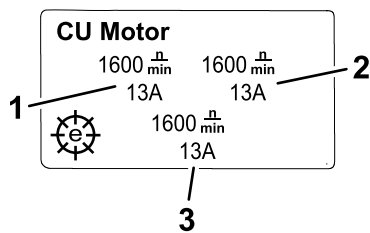

図 22
- **カuttingユニットのモータ画面**図 22: 各カuttingユニットのモータの速度と電流値を表示します。